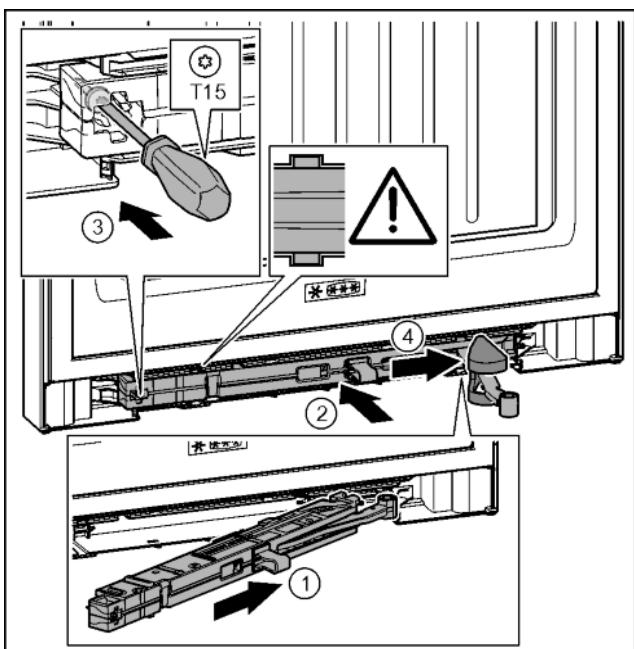

Fig. 45
- ▶ Вкарайте блока на затварящия демпфер от страната на лагерната стойка докрай под югъл в отвора. Fig. 45 (1)
- ▶ Вкарайте изцяло блока на затварящия демпфер в отвора. Fig. 45 (2)
- ▶ С отвертка T15 затегнете винта. Fig. 45 (3)
- ▶ Бутнете капака върху шарнира. Fig. 45 (4)